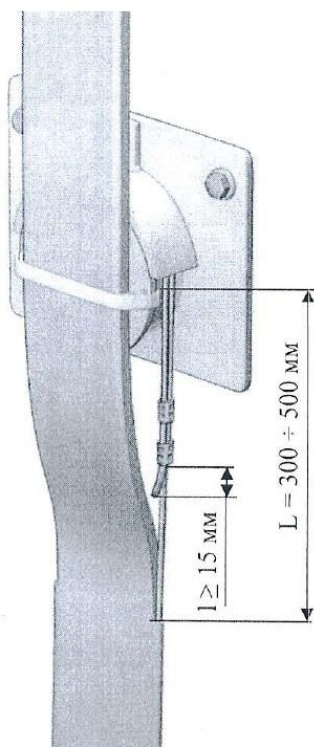

Рис.1 Пример устройства крепления кабелей с УЭ
- 1.7. Устройства для подвеса кабеля на усиливающих элементах устанавливают под кабиной лифта и представляет собой закрепленный на основании шкив с канавками для усиливающих элементов (рис.1).
2.1. Выполнить крепление кабеля к неподвижному подвесному устройству на стене шахты (рис.1).